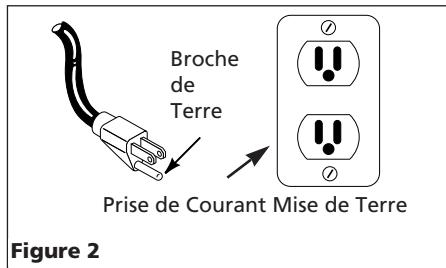

Figure 2
1. Ce produit est conçu pour l'utilisation d'un circuit de 120 volts et a une fiche de mise à la terre comme celle indiquée sur la Fig. 2. Assurer que le modèle est branché à une prise de courant qui a la même configuration que la fiche. Ce produit doit être mis à la terre. Dans l'évenement d'un court-circuit, la mise à la terre diminue le risque de secousse électrique en fournissant un fil d'échappement pour le courant électrique. Ce produit est équipé avec un cordon qui a un fil de terre avec une fiche de terre. La fiche doit être branchée dans une prise de courant qui a été installée et mise à la terre correctement en respectant tous les codes et règlements locaux.